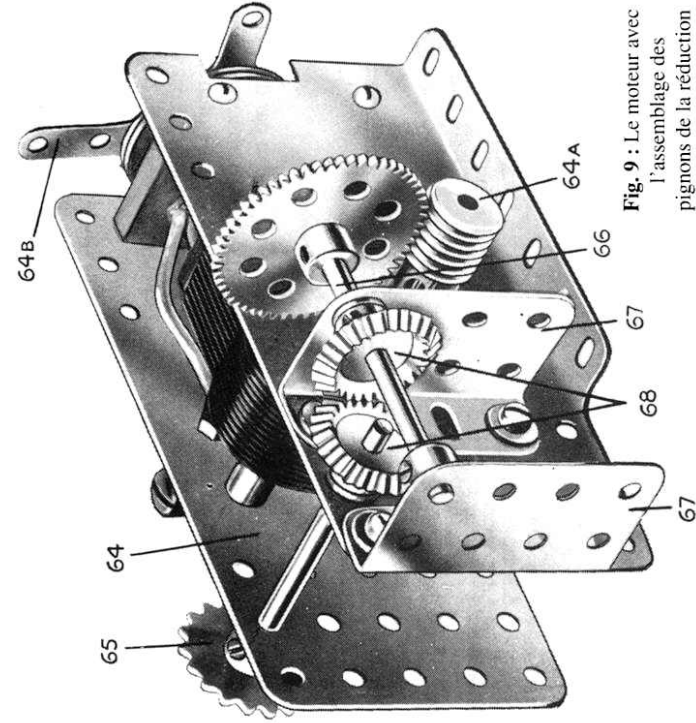

Fig. 9 : Le moteur avec l'assemblage des pignons de la réduction
Le modèle est animé par un moteur électrique Meccano de 6 Volts. Il doit être monté sur le socle selon la position (64) indiquée sur la figure 1. La figure 9 est une vue détaillée de l'ensemble moteur complet avec les engrenages chargés de transmettre le mouvement au vilebrequin.